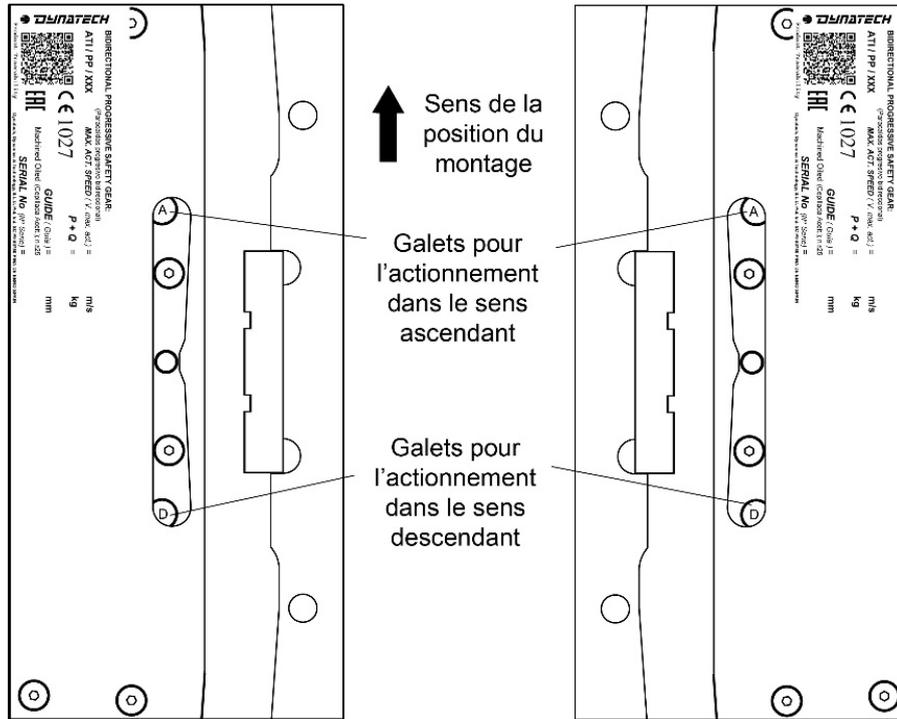

Figure 4 : Sens de la position du montage
- Le sens de la position du montage des parachutes devra être comme celui représenté dans la Figure 4.